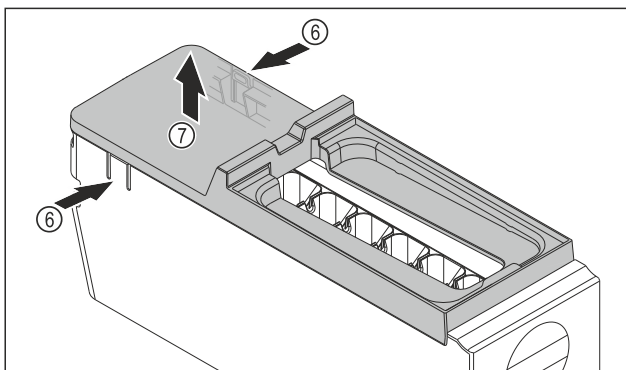

Fig. 84
- Abdeckung des EasyTwist-Ice-Korpus entnehmen: Laschen Fig. 84 (6) an den beiden Seiten des EasyTwist-Ice-Korpus mit einer Hand drücken.
- Abdeckung Fig. 84 (7) mit der anderen Hand nach oben entnehmen.